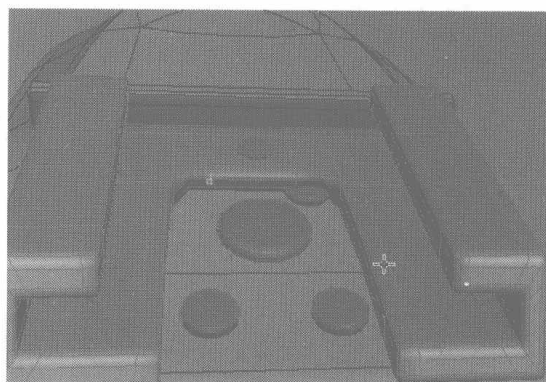

图 6.273
- 26** 闪光灯部分的一些小按钮这里就不再讲述了，效果如图 6.273 所示。